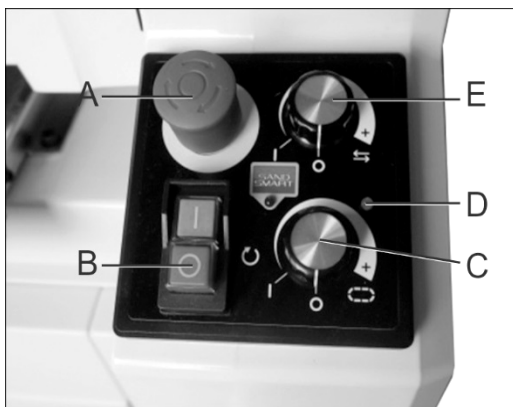

Abb. 9-1: Bedienpult
2. Den Not-Stopp Taster entriegeln, dazu den Taster (A, Abb. 9-1) im Uhrzeigersinn drehen und ziehen.
Die Schleifmaschine kann mit oder ohne Oszillation betrieben werden. Der obere Drehgriff (E, Abb. 9-1) aktiviert den Oszillationsmodus.